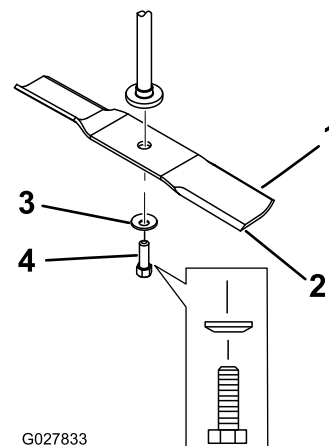

Figura 62
2. Togliete il bullone, la rondella curva e la lama dall'asse del fusello (Figura 62).
1. Montate la lama sull'asse del mandrino (Figura 62).
2. Montate la rondella curva (lato concavo verso la lama) e il bullone della lama (Figura 62).